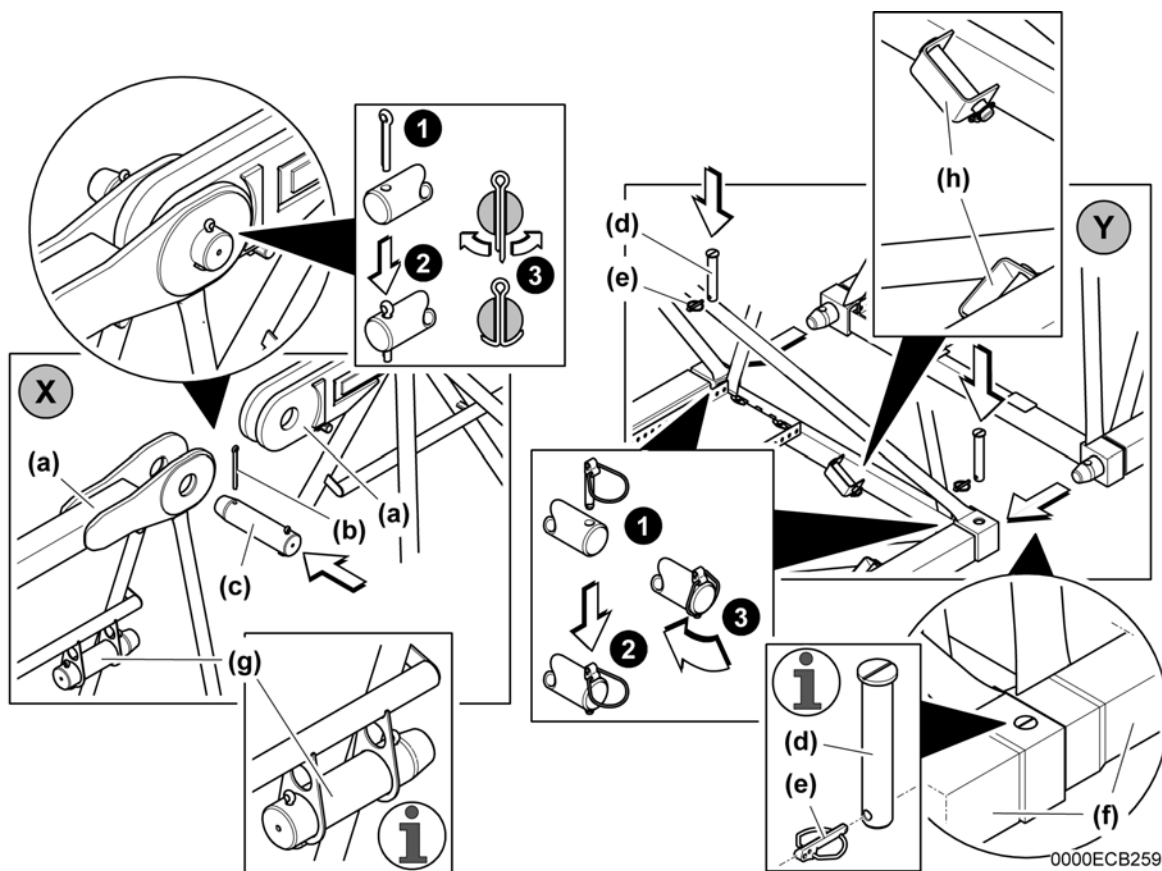

Fig. 6-97 Auslegerteile verbinden
- ▶ Auslegerteile (i) (ohne Ausleger-Anlenkstück) entsprechend dem Anordnungsplan (Weitere Informationen siehe: Kap. >Ausleger-Zusammenstellung<) verbolzen und sichern. Vorgehensweise siehe: Fig. 6-97. (3)
- ▶ Ausleger-Anlenkstück (j) mit Auslegerteil (l) verbolzen und sichern. Vorgehensweise siehe: Fig. 6-97. (5)